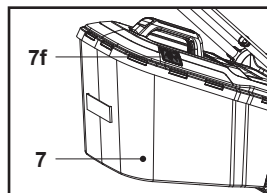

Fig. 14
2. Lorsque la trappe (7f) est fermée, le bac de ramassage (7) est plein et doit être vidé (Fig. 14).